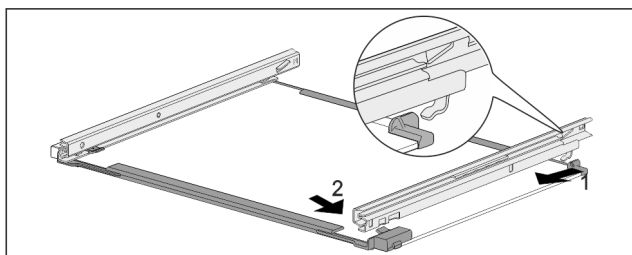

Fig. 72 Steklena plošča z vodili
- ▶ Vodilo obesite na kavelj na zadnji strani. Fig. 72 (1)
- ▶ Vodilo zaskočite na sprednji strani. Fig. 72 (2)